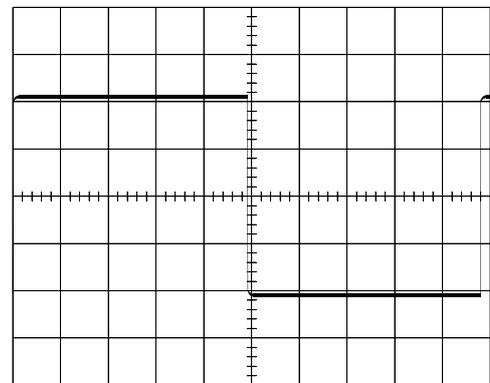

Рисунок 14
12. Воспользуйтесь элементом управления *Horizontal Position (Горизонтальное положение)*, чтобы совместить начальную точку осциллограммы сигнала с первой вертикальной линией на экране. Изображение на экране должно стать похожим на рисунок 14.